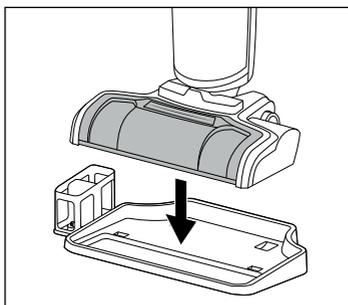

Fig. 45
- ◆ Para guardar el aparato, colóquelo sobre la base **4** de la estación de soporte y limpieza (consulte la fig. 45).